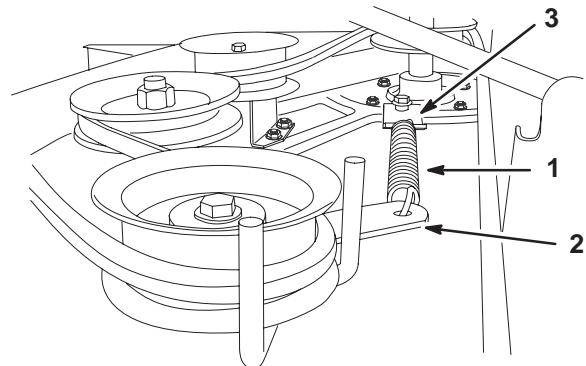

Bild 17
5. Haken Sie die Feder vom Spannscheibenarm in die Halterung am Mähwerk aus (Fig. 17).